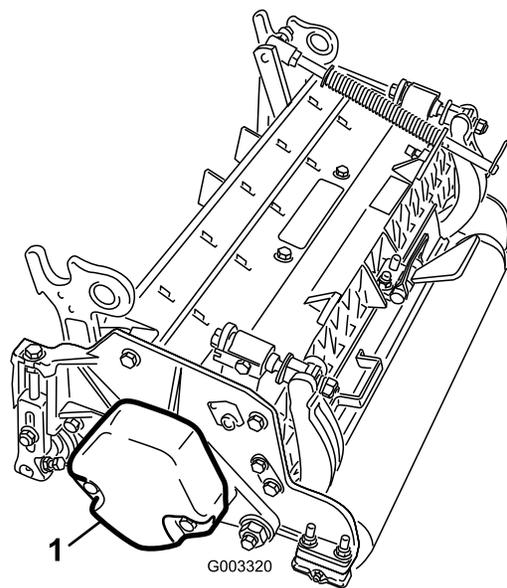

図 4
- カウンタウェイト 図 4 を正しく取り付けるカッティングユニットのオペレーターズマニュアルを参照。